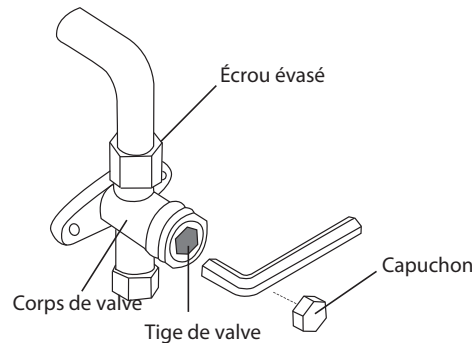

Figure 24 – Diagramme de valve de service
9. Insérez une clé hexagonale dans chacune des valves de service côté gaz des modules de capacité 18 ou dans la valve principale de service côté gaz des modules de capacités 24 à 48 et ouvrez la valve en tournant la clé d'un quart de tour dans le sens antihoraire. Vous entendrez le gaz sortir du système (voir Figure 24).
12. À l'aide d'une clé hexagonale, ouvrez complètement toutes les valves de service de gaz et de liquide pour les modules de capacité 18 et toutes les valves principales de service de gaz et de liquide des modules de capacités 24 à 48 (voir Figure 24).